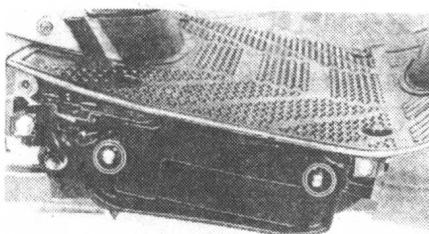

图 1-5
- (3) 取下右侧护板。
- (4) 取下蓄电池盒盖，见图 1-5。